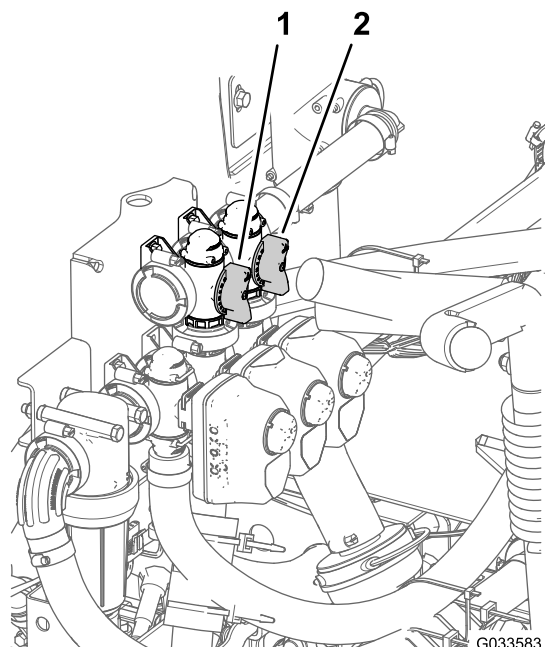

Figura 72
11. Reglai supapa de bypass de agitare (Figura 72) pe partea din spate a supapei de agitare până când valoarea presiunii indicată de manometru este de 6,9 bar.
8. Reglați maneta de bypass din seciunea principală pentru a controla nivelul de agitare din rezervor (Figura 72).